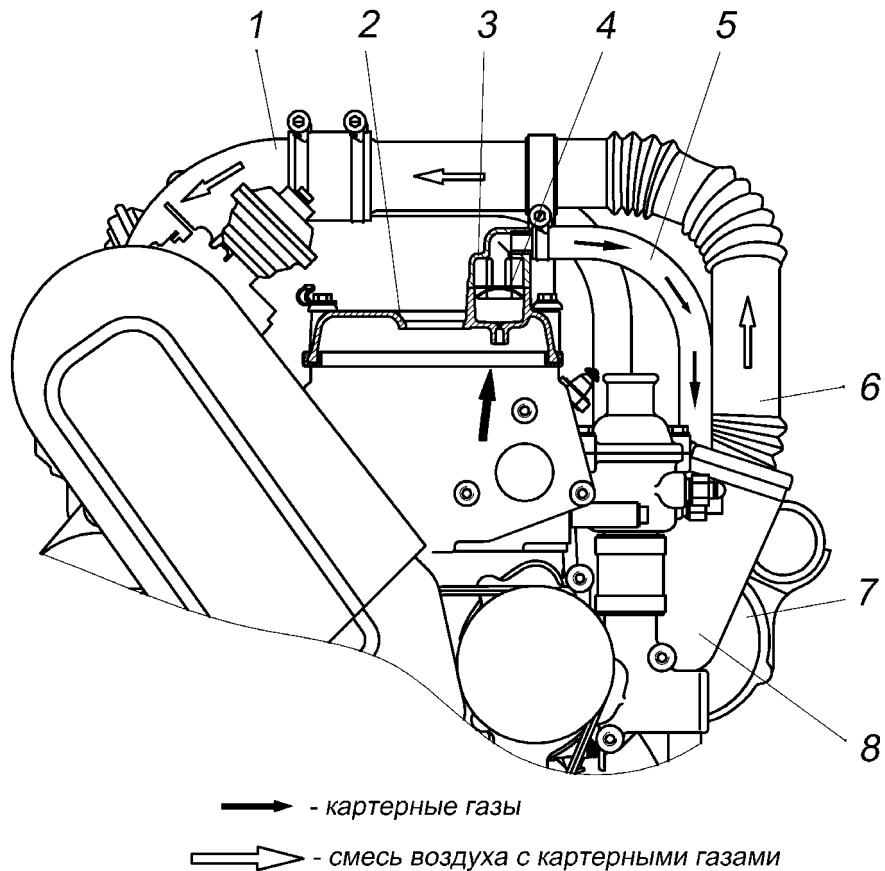

Рисунок 21 – Система вентиляции картера:
**Система вентиляции картера** (Рисунок 21) – закрытого типа, действующая за счёт разрежения во впускной системе. Маслоотражатель 4 размещён в крышке маслоотделителя 3.